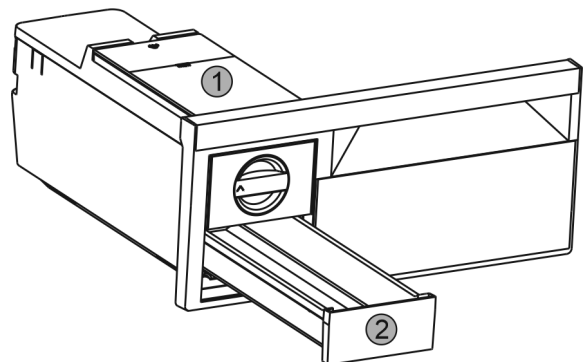

Fig. 29
- ▶ Извадете резервоара за вода *Fig. 29 (1)* и чекмеджето за ледени кубчета *Fig. 29 (2)*.